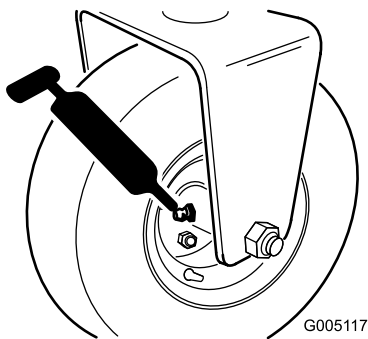

Figure 31
- Moyeu de rouleur arrière ou, si la machine est équipée d'un kit 3 roues motrices, embrayages à rouleau de roues arrière et roulement à billes extérieur (1) (Figure 31)